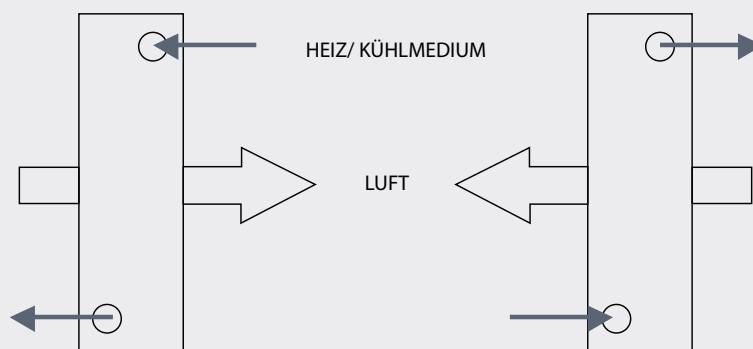

Abb. 1.7: Tauscheranschluss im Gegenstrom
- Bei den Heiz- und Kühlkammern ist es wichtig, den Tauscheranschluss im Gegenstrom auszuführen, um die geplante Wärmeleistung des Wärmetauschers einzuhalten. (Abb. 1.7)